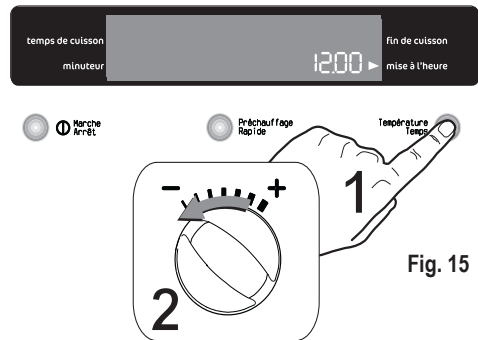

Fig. 15
2. Appuyez tout de suite sur la touche "Température/Temps" et, en même temps, tournez la commande TEMPERATURE/TEMPS jusqu'à la position **—**. Le système émettra un bref signal sonore et "12.00" et l'indicateur "mise à l'heure" ► s'affichent de manière fixe (Fig.15).